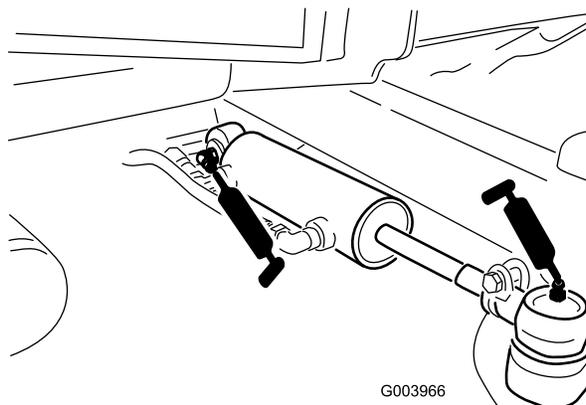

Figura 44
- Articulaciones esféricas del cilindro de dirección (2) (Figura 44)